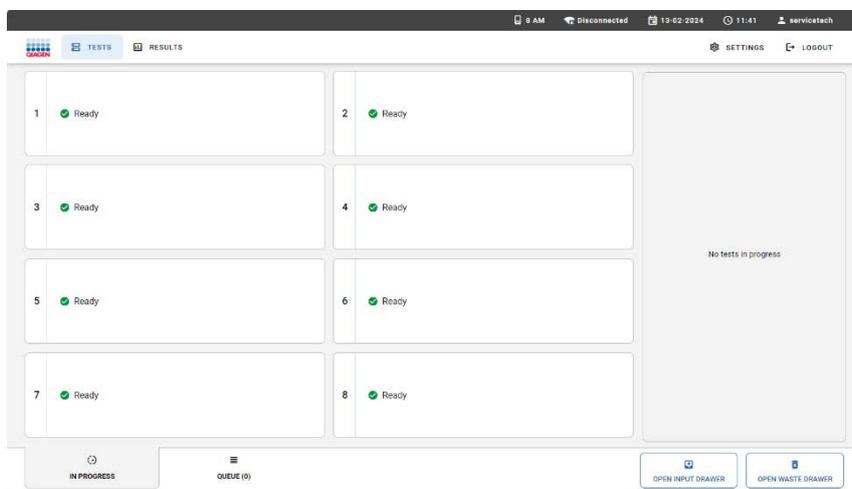

Figura 11. Tela principal de testes.
1. Pressione o botão **OPEN WASTE DRAWER** (Abrir a gaveta de resíduos) no canto inferior direito da tela de testes principal (Figura 11) e remova os cartuchos usados dos ensaios anteriores. Verifique se há líquidos derramados na gaveta. Se necessário, limpe a gaveta de resíduos conforme descrito na Seção 8 Manutenção.
3. Pressione o botão **OPEN INPUT DRAWER** (Abrir a gaveta de entrada) no canto inferior direito da tela de testes principal (Figura 11).